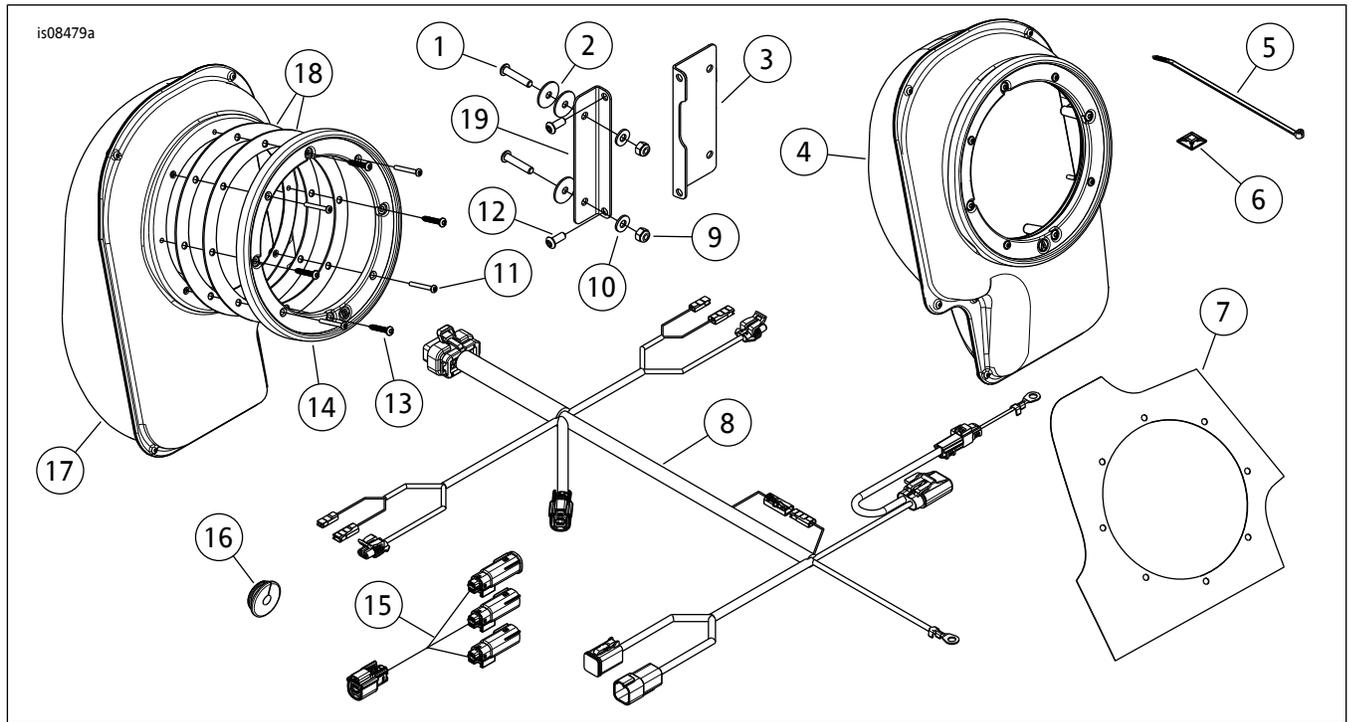

图5。维修零件，扬声器扩展安装套件
参见图5和表1。
5. 参见图5。将支架(3)安装到放大器的连接侧(放大器单独出售)。使用螺丝(12)固定。拧紧螺丝至9.4-12.2 N·m (7-9 ft-lbs)。
- a. 参见图5。在外表面上放置一个密封垫(18)。对准各孔。
- StageI6扬声器配置：将线束[296]直接安装至16路线束(之前通过挡风板放大器套件安装)(位于乘客座椅后方)。Stage II 6扬声器配置：将3路互连线束(项目15, 图5)安装至16路线束(之前通过挡风板放大器套件安装)(位于乘客座椅后方)。将线束[296]安装至3路互连连接器。